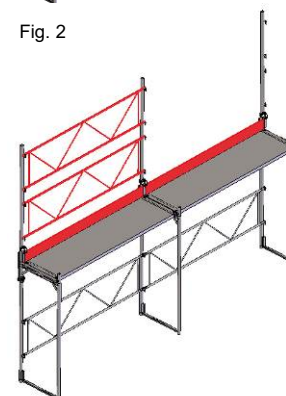

Fig. 3
5. Poursuivre de cette manière champ par champ. (fig. 3)